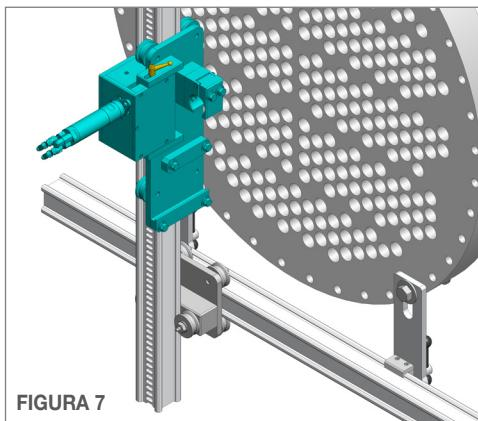

FIGURA 7
7. Solte a **Alavanca de Ajuste Rápido** e afaste a caixa de redução da base do carro. Dessa forma, será possível encaixar o **Carro Motriz Vertical** sobre o trilho sem alimentação pneumática a fim de girar o sistema motriz. Centralize o carro no trilho vertical e aproxime a caixa de redução novamente da base do carro, engatando a engrenagem nos rasgos do trilho. Verifique se a engrenagem está engatada corretamente nos rasgos e aperte a Alavanca de Ajuste Rápido. (**Figura 7**)